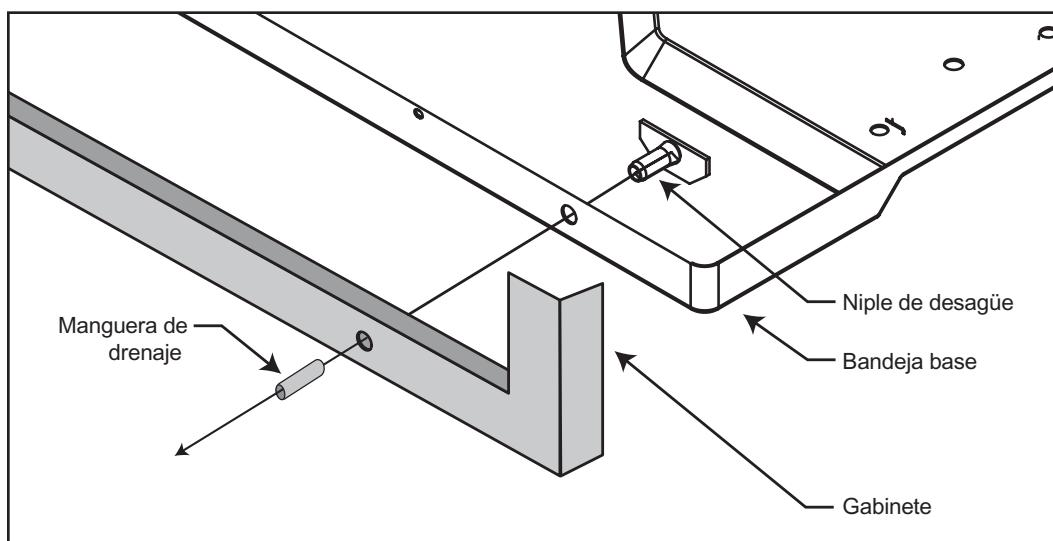

Figura 12
PASO 1 Busque la placa para drenaje en la parte posterior de la bandeja base y quitela. (Ver Figura 12). Usando los tornillos de la placa, instale la arandela y el tubo de drenaje en la bandeja base.